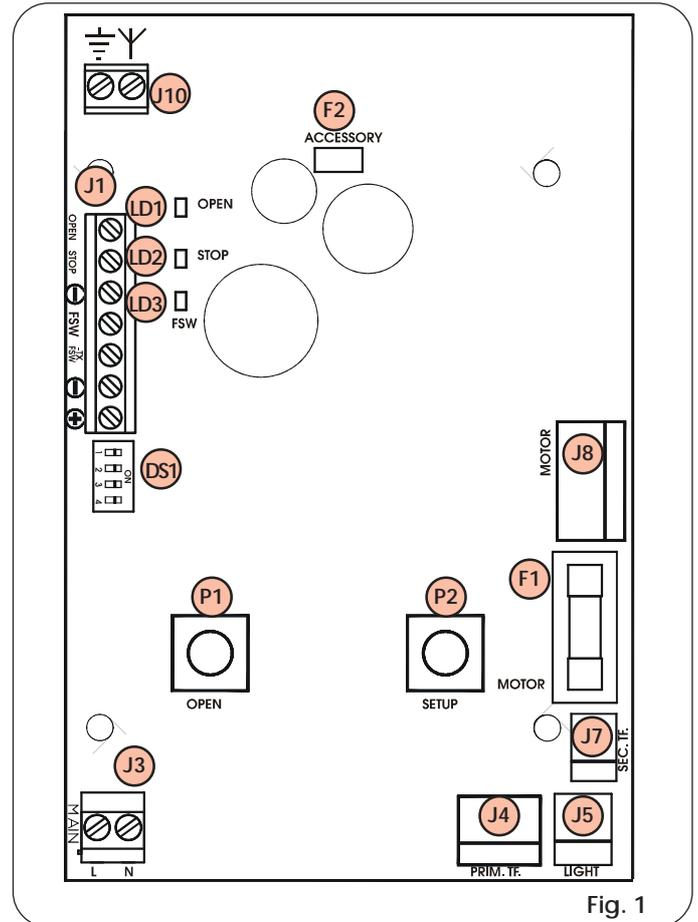

Fig. 1
L'armoire électronique 531R (Fig. 1), installée sur les opérateurs 531R et 531K, est munie d'un récepteur intégré (433 MHz) pour commander au moyen d'une télécommande l'ouverture et la fermeture de l'automatisme, et n'exige pas de récepteurs radio externes.
- 1) On procède à l'apprentissage des télécommandes qui a lieu en déplaçant l'interrupteur N° 3 du dip-switch de programmation DS1 sur ON (Fig. 1).